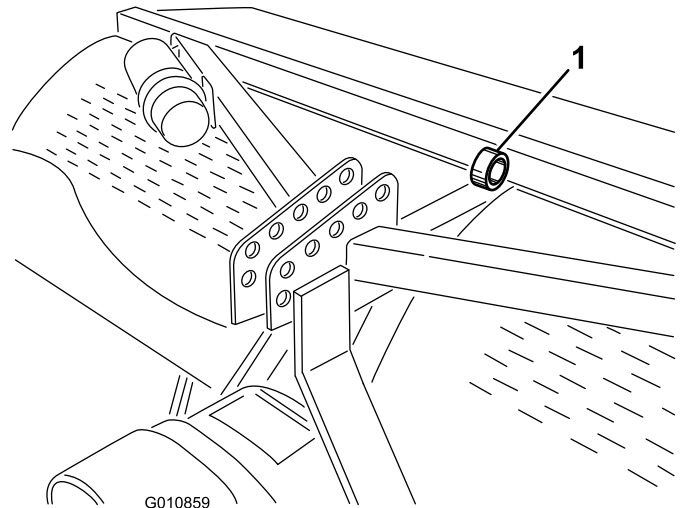

Рисунок 42
**Примечание:** Для подъема аэратора можно использовать подъемное устройство. В качестве точки крепления подъемного устройства используйте проушину на валу аэратора (Рисунок 42). Убедитесь в том, что подъемное устройство имеет достаточную